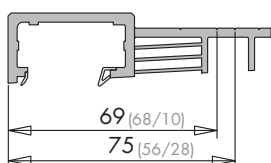

Bild 2
- Bei Flügelholzdicken/Flügelabstand 56/28 oder 68/10 Längssägeschnitt entsprechend **Maßangabe** in (Bild 2) vornehmen.